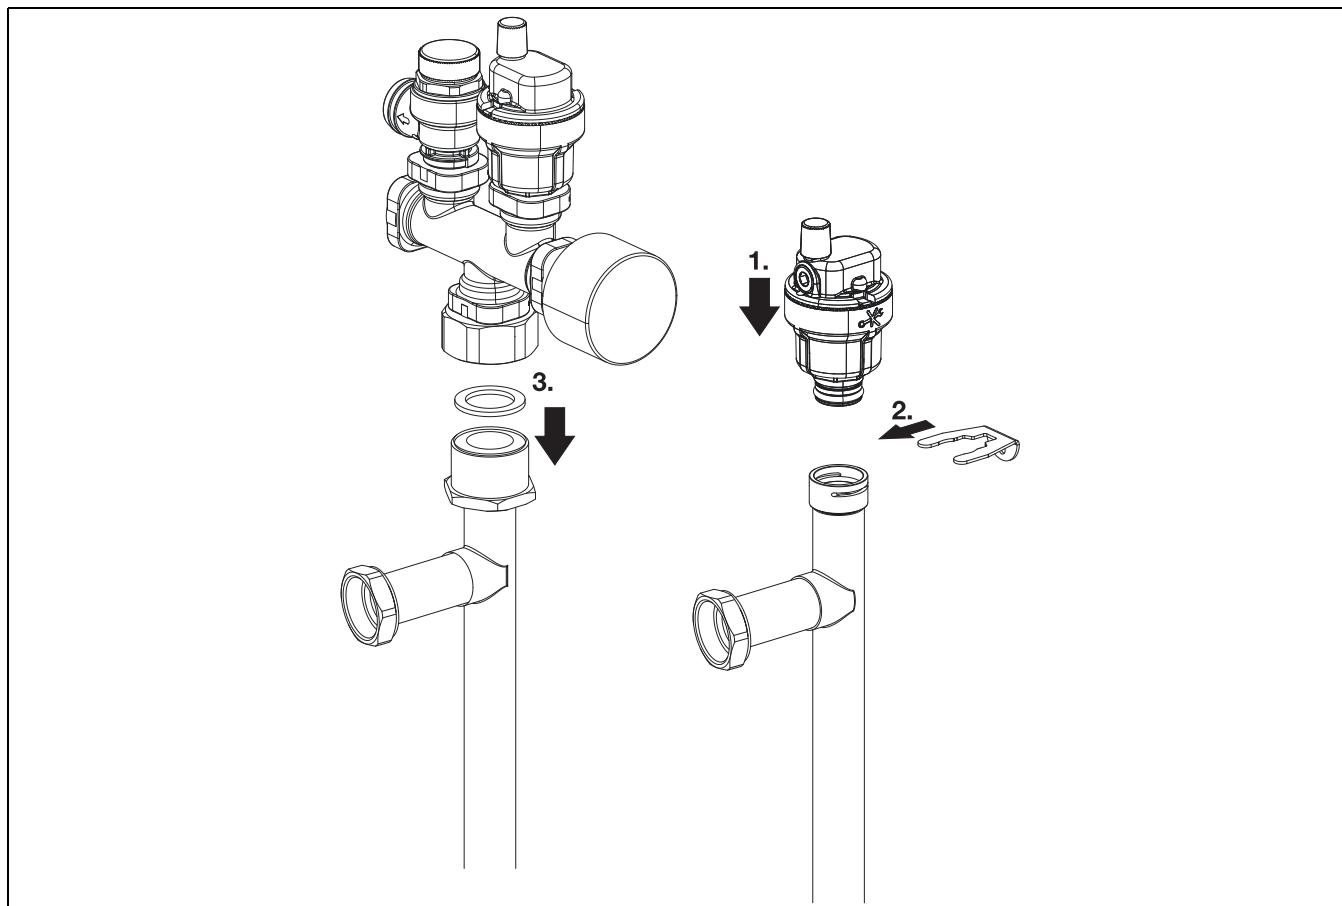

Fig. 11 Gruppo di sicurezza e disaeratore
- Installare la valvola della griglia di aerazione (→ vedere Fig. 11, [1]) nel collegamento di entrata acqua calda sanitaria e il gruppo di sicurezza (→ vedere Fig. 11 [3]) nel collegamento di uscita acqua calda sanitaria. Il gruppo di sicurezza deve essere installato con un anello di tenuta piatto.
- Installare le tubazioni ACS dell'unità interna e il gruppo di sicurezza come indicato nella fig. 11. Nell'intervento sul collegamento inferiore è possibile girare le tubazioni verso il lato desiderato.